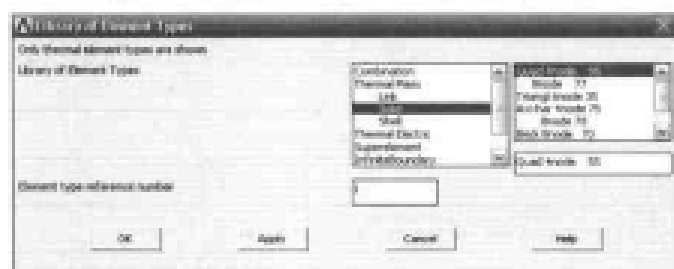

图 13-129 单元类型列表对话框
(1) 选择 Main Menu | Preprocessor | Element Type | Add/Edit/Delete 命令, 出现 Element Types 对话框。
(2) 单击 Add 按钮, 出现 Library of Element Types 对话框, 在 Library of Element Types 的两个列表框中分别选择 Thermal Solid, Quad 4node 55 选项, 在 Element type reference number 文本框中输入 1, 如图 13-129 所示, 单击 OK 按钮关闭该对话框。